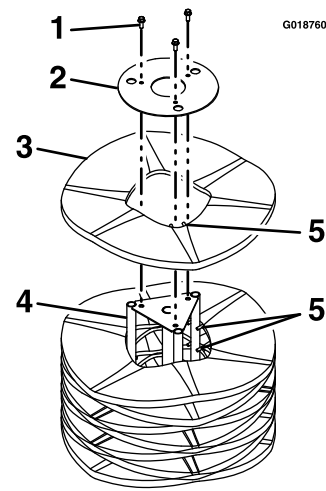

Bild 35
6. Entfernen und bewahren Sie die Befestigungen von der Endhalteplatte auf (Bild 35).
8. Bringen Sie die neuen Abschnitte an; staffeln Sie hierfür die Ausfluchtungsfinger des Metallrings, wie in Bild 35 abgebildet.